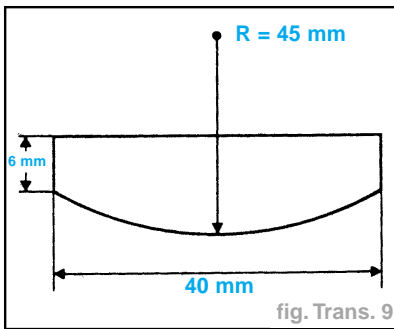

fig. Trans. 9
- Introduire la graisse. Interposer entre la plaquette anti-déboîtement et la tulipe une cale (B) d'épaisseur 2,5 mm réalisée suivant dessin (fig. Trans. 9).